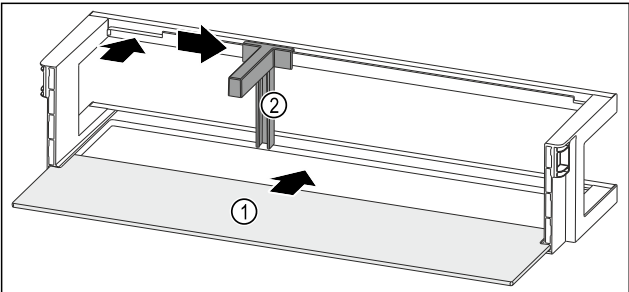

Fig. 152 带搁板的门边存放架
- ▶ 将搁板 Fig. 152 (1)推入侧面凹槽。
- ▶ 将瓶托 Fig. 152 (2)装入槽中。
- ▶ 将瓶托 Fig. 152 (2)推至一侧的所需位置。